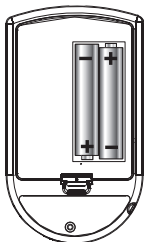

Figura 38
PASO 2: Retire las pilas viejas y cámbielas con nuevas. Asegúrese de alinear las pilas correctamente. Consulte la figura 38.